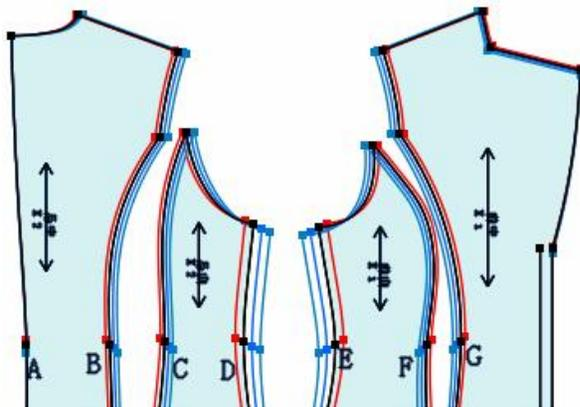

图 20.4
(3) 如图 20.4, 测量前腰围与后腰围的差值。
①用该工具分别单击点 A、点 B, 点 C、点 D, 击右键;
②再分别单击点 E、点 F, 点 G、前中心线, 测量对话框即可显示两点间的距离、水平距离、垂直距离。